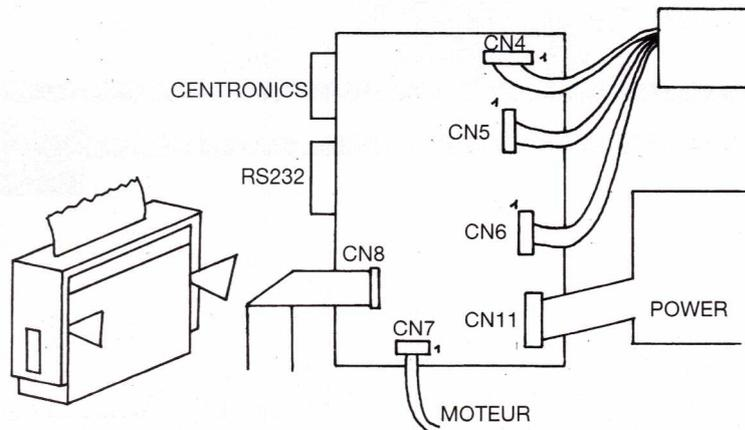

Figure 2
5. Extraire les cinq connecteurs de la carte principale de la table. Attention : pour CN8, il faut s'adjoindre l'aide d'une pointe pour déclipser les côtés (un cutter par exemple), comme indiqué **figure 2**.